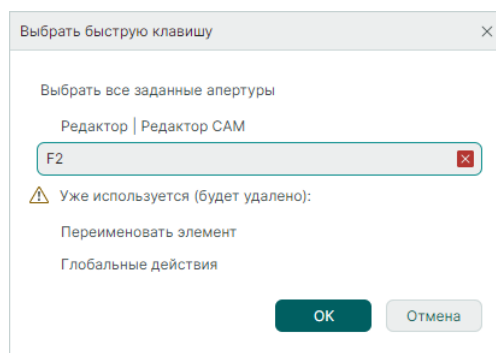

Рис. 76 Совпадение быстрых клавиш
5. В случае совпадения введенной клавиши (комбинации клавиш) будет получено предупреждение с информацией, для какой команды клавиша уже используется. Измените клавишу (комбинацию клавиш) или нажмите «ОК», в этом случае клавиша для уже используемого действия будет удалена, см. Рис. 76.